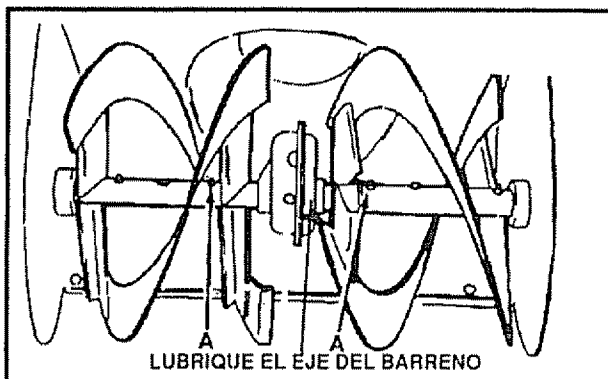

FIG. 16
- Eje del barreno - Cuando vaya a guardar la unidad, lubrique el eje del barreno (vea la Fig. 16) con una grasa de fijación del tipo Lubriplate. Cuando cambie los pernos de seguro por esfuerzo cortante, remuévalos y lubrique el eje del barreno (Consulte la sección "Como cambiar los pernos de seguro por esfuerzo cortante del barreno" en la página 24).